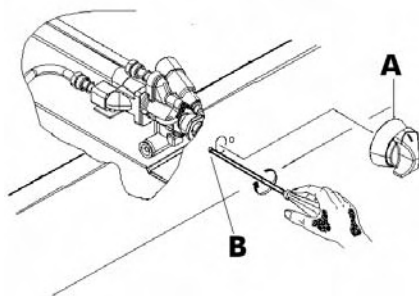

fig. 9
- ôter le bouton A (fig. 9);
- Utiliser un tournevis plat (fig. 9) sur la vis du by-pass. Il suffit de dévisser le by-pass pour régler le minimum en passant du gaz liquide au gaz méthane.